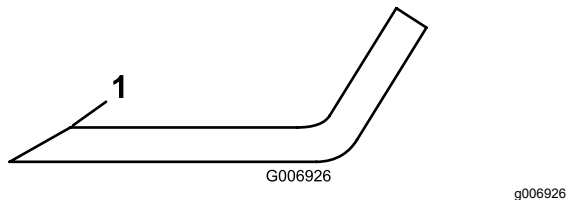

Figura 78
l'angolo di taglio originale per garantire l'affiltezza (Figura 78).
6. Se smussato o scheggiato, affilate soltanto la parte superiore del tagliente e mantenete l'angolo di taglio originale (Figura 78).